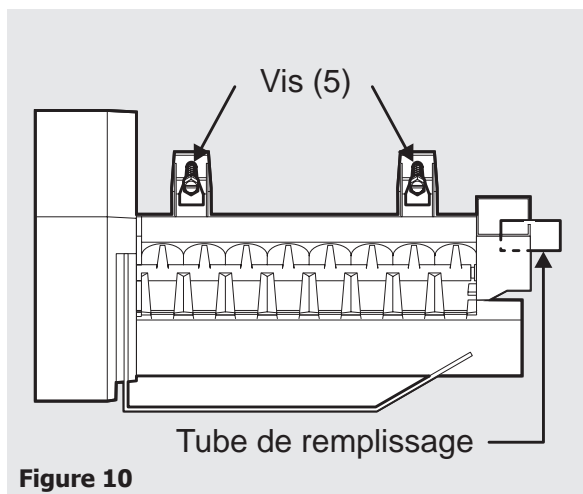

Figure 10
13. Connecter télégraphiant le harnais dans le connecteur monté sur le panneau de congélateur arrière, juste à la gauche d'où le tube d'arrivée d'eau vient passé. Le connecteur de harnais est si saisi il ajustera seulement à sens unique. Après, glisser la couverture de connecteur de Distributeur de Glaçons sur le connecteur, notant l'orientation dans la Figure 9. (Le fermoir sur le sommet, le crochet sur le fond). La couverture de connecteur de distributeur de Glaçons peut être fait rentrer alors dans le panneau arrière ou a glissé sur tendu pour soutenir le panneau qui dépend de lequel version de de retour panneau que vous avez (voit la note au dessous). Alors, monter Distributeur de Glaçons aux deux vis (5) vous avez commencé plus tôt d'Etape 12. (Voir la figure 10.) Resserrer des vis. Assurer du tube d'arrivée d'eau (11) s'assied à l'intérieur remplit la tasse.